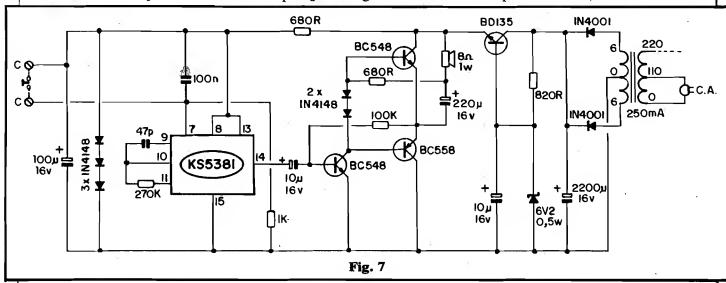

Fig. 7
- FIG. 7 - O CIRCUITO - Em essência, o núcleo do circuito é a mesma estrutura usada para a CAIXINHA DE 7 MÚSICAS (montagem básica da presente COMPLETINHA DUPLA...). Os mesmos resistor e capacitor aos pinos 9-10-11, determinando rft-